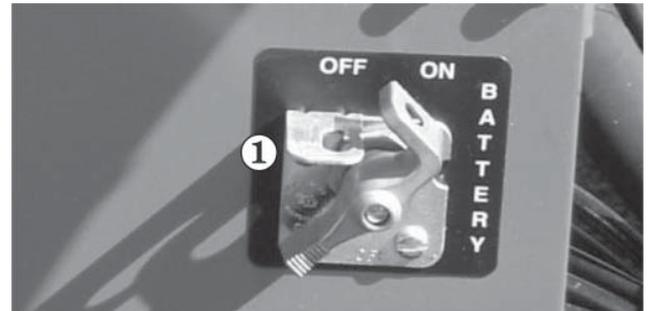

Abb. 8.15
1. Schalten Sie den **Batterieschalter** 1 ein (siehe Abb. 8.15).